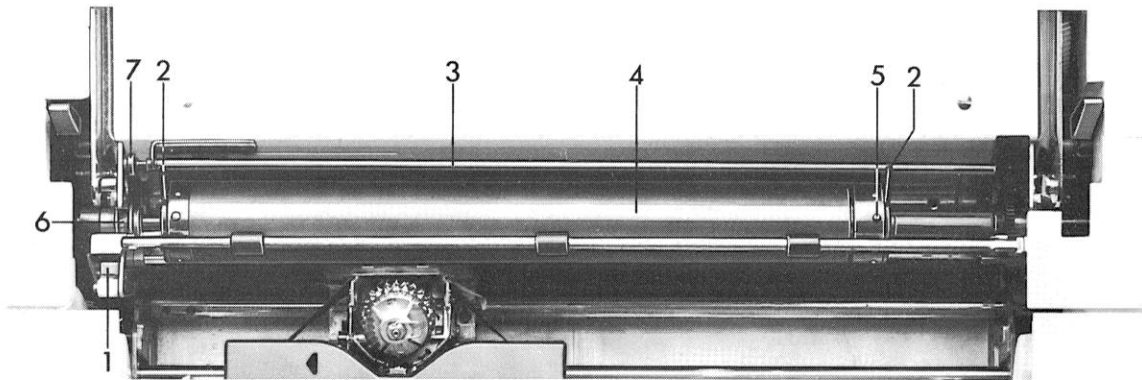

Abb. 14 Eingelegte Stachelwalze
- Linken Klemmhebel 1) Abb. 14 der Walzenverriegelung drücken.
- das Formular um die Stachelwalze führen und mit den Führungslöchern gleichmäßig in die Transportstacheln 5) Abb. 14 einlegen